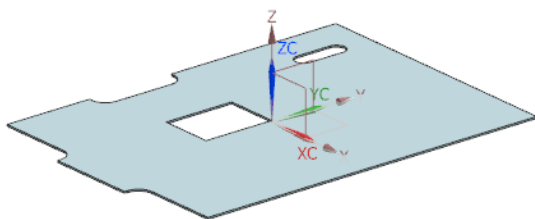

图 5-35 创建法向除料特征
(5) 在“法向除料”对话框中, 单击按钮, 创建法向除料特征, 如图 5-35 所示。